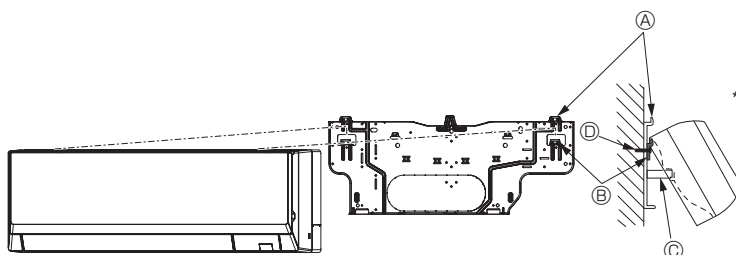

Fig. 3-13
- Wenn sich das Innengerät mit dem regulären Haken (Abmessung von 2.1. Ⓞ (Abstand zwischen Decke und Gerät) beträgt 75 mm oder weniger) nicht anheben und aufhängen lässt, hängen Sie das Gerät an den unteren Haken für die linke Rohrleitung. (Fig. 3-13)
#### (Fig. 3-13)